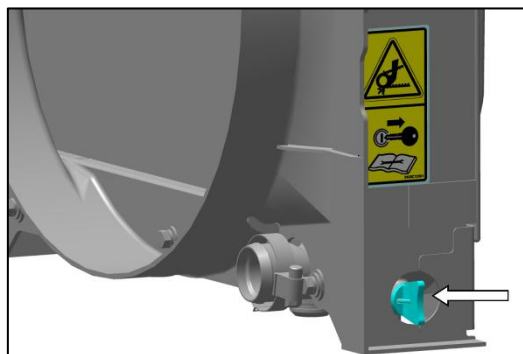

Fig. 168 - VIS DE VIDANGE DU BLOC-CYLINDRES
3. Retirez la vis de vidange du bloc-cylindres (fig. 168). Assurez-vous que les points de vidange ne sont pas obstrués pendant la vidange.